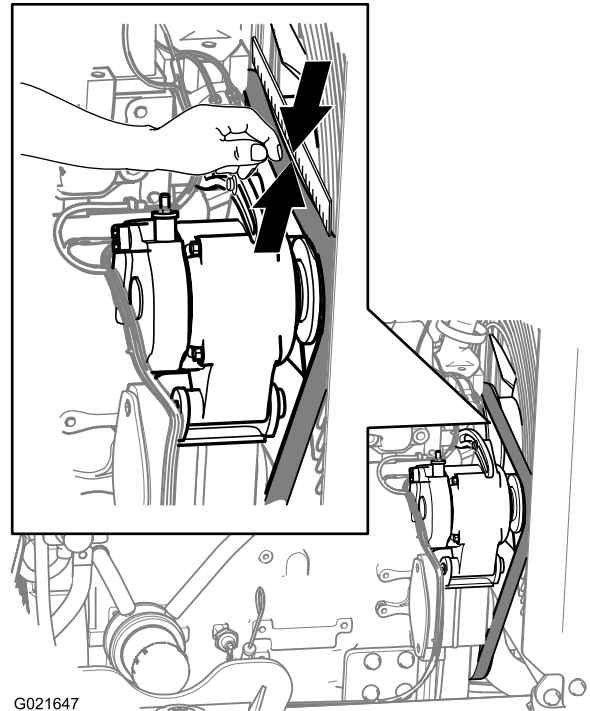

Bild 114
3. Prüfen Sie den Riemen auf Schnitte, Risse, lose Stränge, Fett, Öl, Verdrehungen oder Zeichen ungewöhnlicher Abnutzung (Bild 114).
3. Legen Sie eine gerade Kante über den Treibriemen und über die Riemenscheiben, siehe Bild 114.
4. Drücken Sie in der Mitte zwischen der Lüfterriemenscheibe und der Riemenscheibe der Lichtmaschine auf den Riemen, wie in Bild 114 abgebildet.